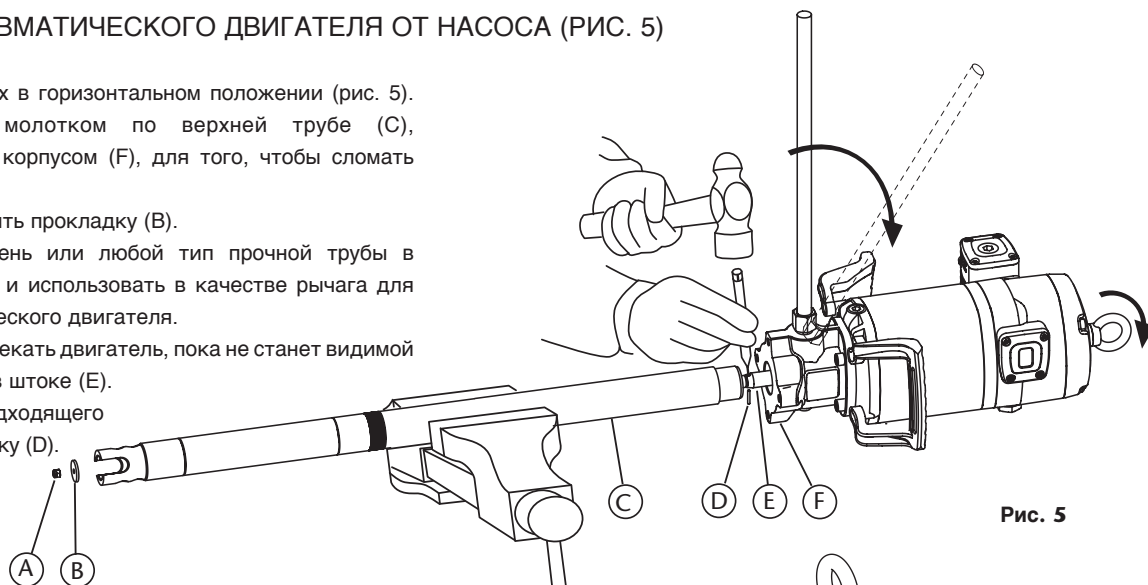

Рис. 5
ОТСОЕДИНЕНИЕ ПНЕВМАТИЧЕСКОГО ДВИГАТЕЛЯ ОТ НАСОСА (РИС. 5)
1. Закрепить насос в тисках в горизонтальном положении (рис. 5). Аккуратно постучать молотком по верхней трубе (С), расположенной рядом с корпусом (F), для того, чтобы сломать закрепитель резьбы.
4. После отсоединения извлекать двигатель, пока не станет видимой эластичная шпилька (D) в штоке (E). С помощью молотка и подходящего пробойника выбить шпильку (D). После этого мотор можно снять.